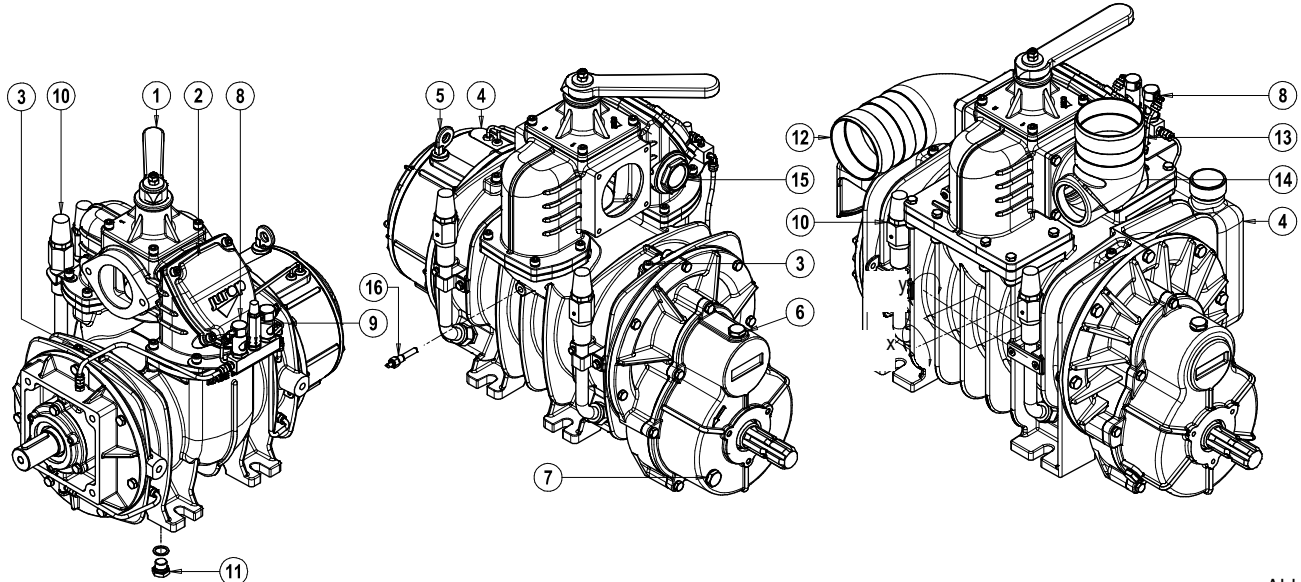

Abb. 4.1
- Die Pumpe ist an einer für das Wartungspersonal leicht zugänglichen Stelle zu montieren und fest an einem zuvor nivellierten Rahmen oder Untergestell zu befestigen (max. Neigung: 3°, Abb. 4.1). Das Untergestell muss so konzipiert sein, dass Vibrationen, Biegungen oder Verformungen verhindert werden.